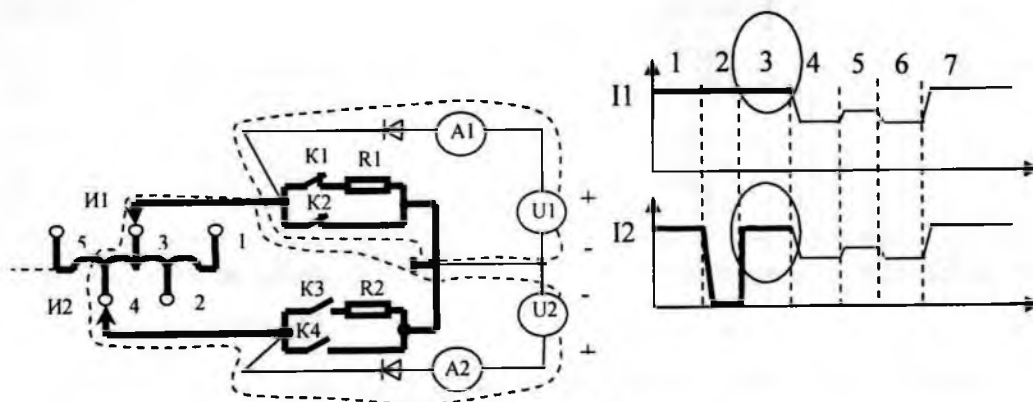

Рис. 11.32
3. После возникновения контакта избирателя И2 с отводом 4 цепь протекания тока восстанавливается, что фиксируется амперметром А2 (рис.11.32). Графики тока соответствуют состоянию 3.